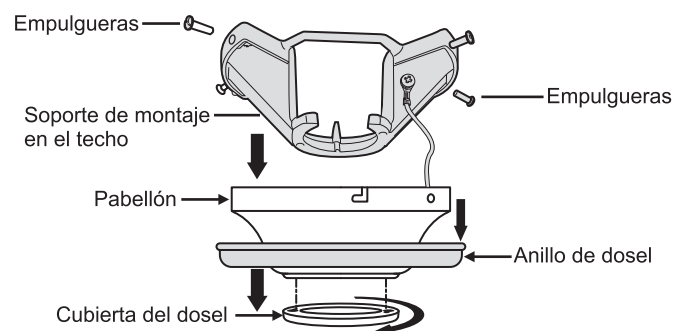

Fig. 5
Paso 1. Retire la cubierta inferior del dosel decorativo del dosel. (Fig. 5)
Paso 2. Retire la cubierta decorativa del tornillo de montaje de la cubierta y afloje los cuatro tornillos en la parte superior de la cubierta. Retire los dos tornillos sin ranura y afloje los tornillos ranurados. Esto le permitirá quitar el soporte de montaje en el techo. (Fig. 5)
Paso 3. Retire el soporte de montaje del techo del dosel aflojando los dos tornillos en la parte inferior del soporte de montaje del techo. Gire el dosel en sentido antihorario y retírelo. (Fig. 5)